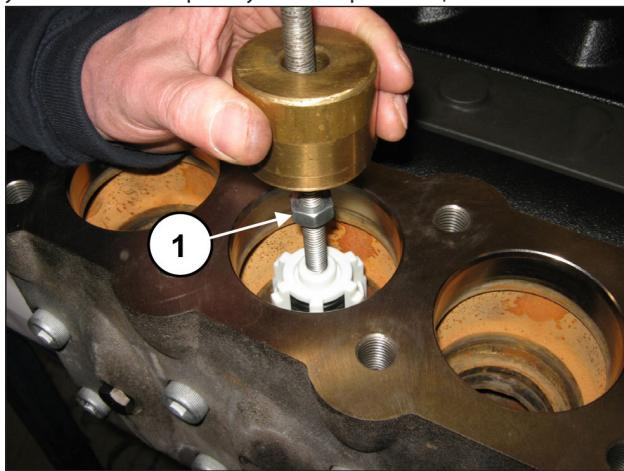

Рис. 100
Извлеките блок нагнетательного клапана с помощью съемника с ударной массой (арт. 27516400), вставив его в отверстие M10 направляющей клапана (поз. ①, Рис. 100), или, в дополнение, переходника M10-M16 (арт. 25089700), установив его на резьбу M16 направляющей клапана.